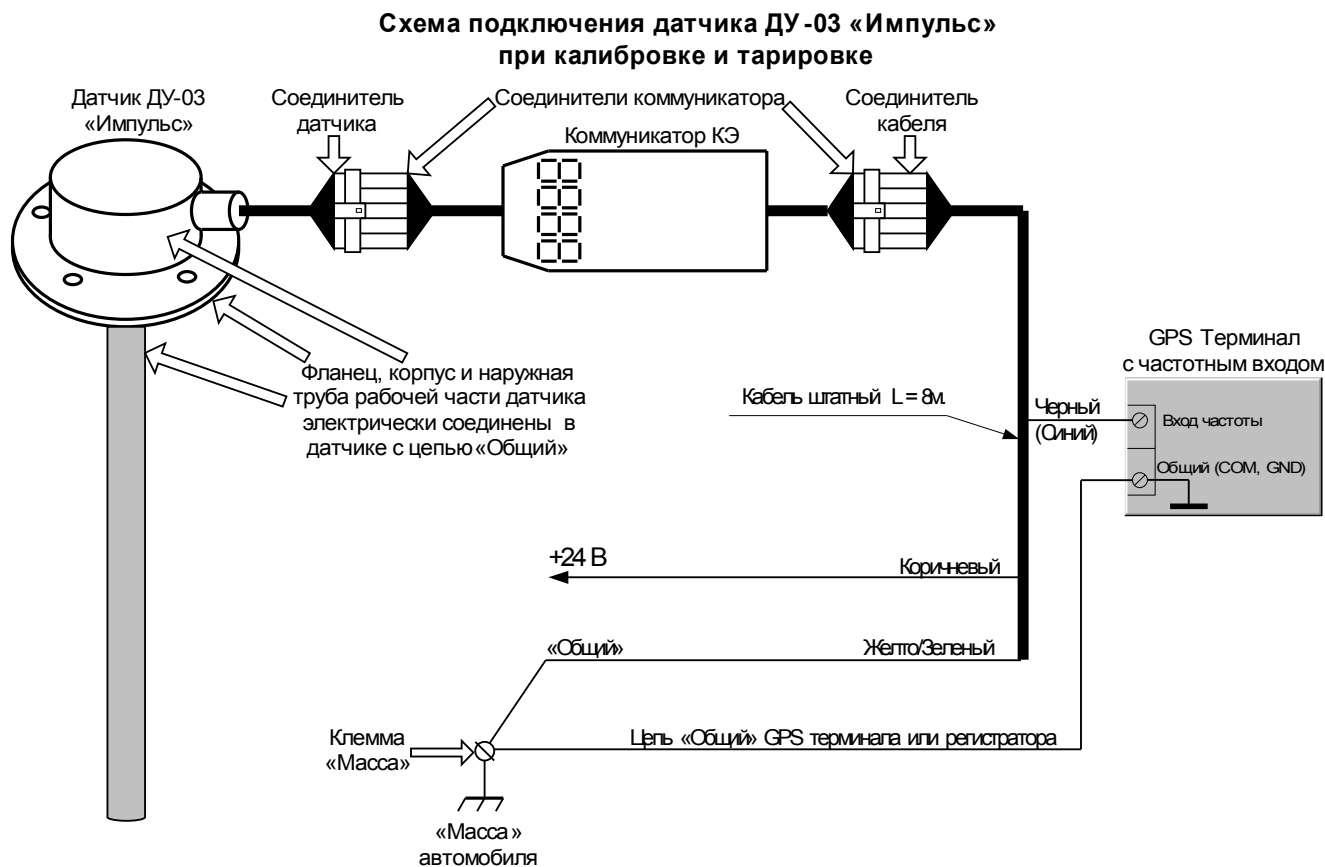

Рис.1. Схема подключения датчика ДУ-03 «Импульс» при калибровке и тарировке.
1.2.1 Схема подключения датчика при калибровке и тарировке приведена на рис.1.
#### Примечания к рис.1:
*а) При подключении следует помнить, что наружная медная труба, фланец и корпус датчика (см. рис.1) электрически соединены с цепью «Общий» питания.*
– клемма «Масса» (см. рис.1), к которой будут подключаться цепи датчика и GPS терминал, гарантированно соединена с минусовой цепью аккумуляторной батареи автомобиля или может быть подключена к ней только через общий выключатель массы, полностью отключающий аккумуляторную батарею от всех электропотребителей.
1.3.3 При условии выполнения требований п.п.1.2.2.1 и 1.2.2.2 подключить датчик в соответствии со схемой подключения, приведенной на рис.1, с использованием штатного кабеля из комплекта поставки.
***Соединение цепей «Общий» датчика и GPS терминала выполнить строго в одной точке — к винтовой клемме «Масса» (см. рис.1.).***
3.2.1 Расположив датчик **вертикально рабочей частью вниз** поместить на 1...2 минуты всю рабочую часть датчика (см. Рис.1 Руководства по эксплуатации) в жидкость, уровень которой датчик будет в дальнейшем контролировать. **Верхний уровень жидкости должен быть гарантированно не ниже верхней части дренажного отверстия на датчике!**